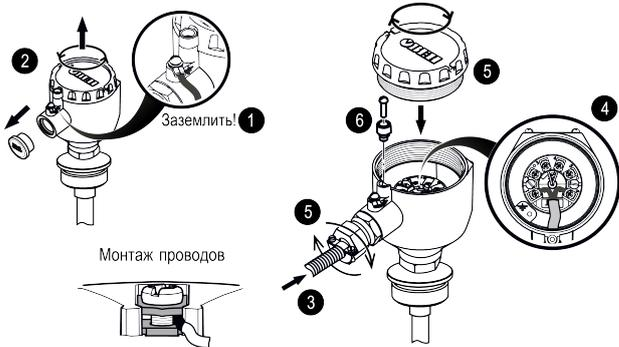

Рисунок 5.2 – Монтаж внешних электрических цепей
**Монтаж проводов** (см. рисунок 5.2):